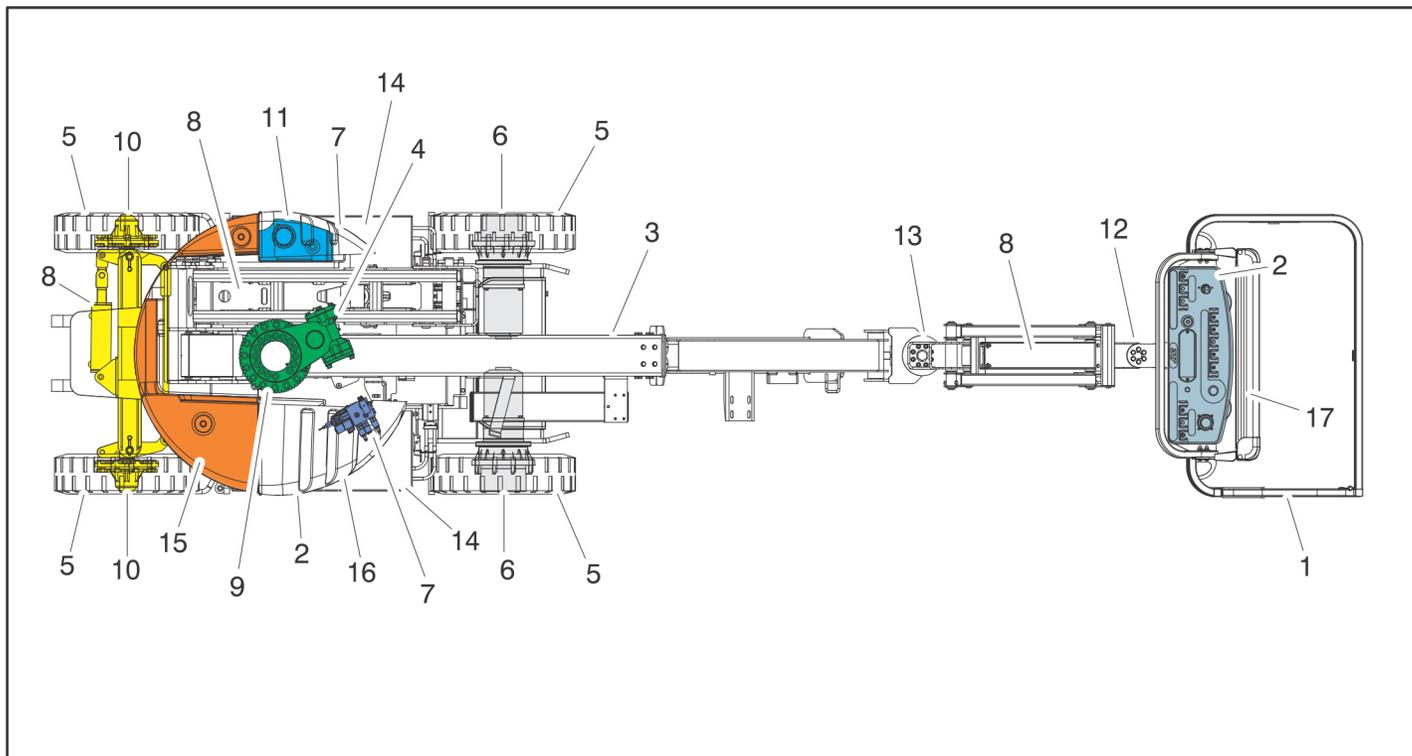

Figure 2-2. Ronde d'inspection quotidienne — Fiche 1 sur 3
5. **Ronde d'inspection** – Voir la Figure 2-2.